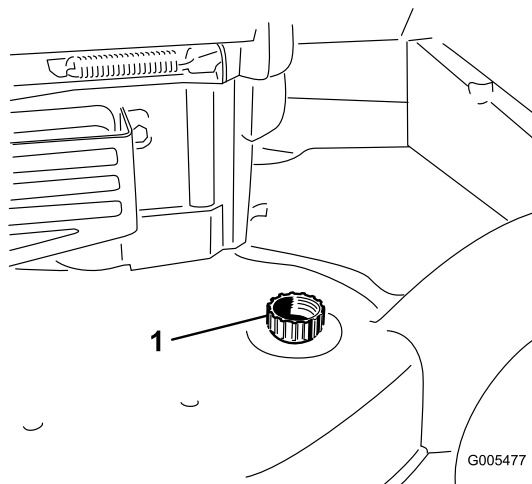

Figure 28
4. Branchez un tuyau d'arrosage, relié à une arrivée d'eau, au raccord de lavage (Figure 28).